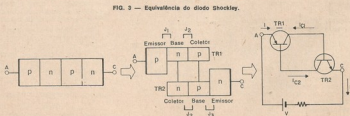

FIG. 3 — Equivalência do diodo Shockley.
Pode-se compreender quantitativamente este comportamento fazendo a transformação da Fig. 3. Observamos que podemos considerar o dispositivo como composto de dois transistores, um do tipo p-n-p e outro do tipo n-p-n, ligados de forma regenerativa.
Aplicando, agora, a expressão (1) ao circuito da Fig. 3, temos, observando que  $I_{c1} = I$  e  $I_{b1} = -I$